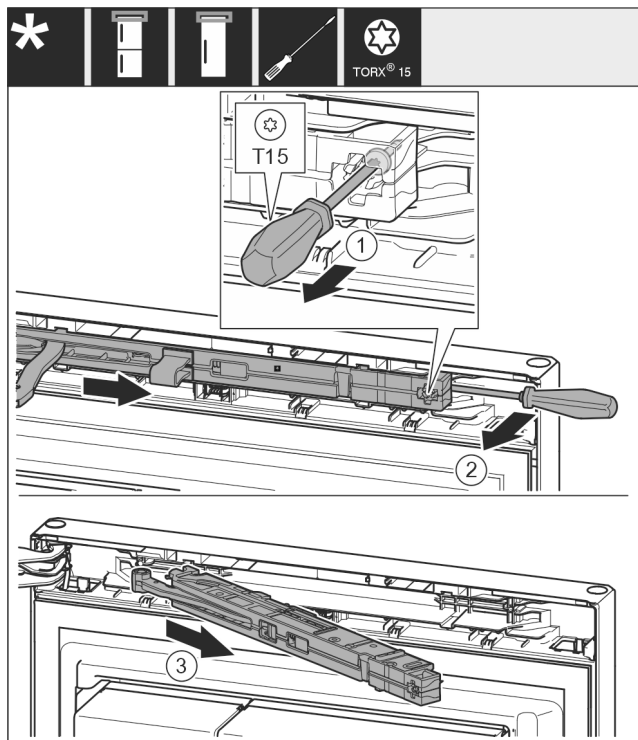

Fig. 11
- ▶ Oldja ki a csavart Fig. 11 (1) a záráscsillapító egységen 14 mm méretű csavarhúzóval.
- ▶ Emelje ki a záráscsillapító egységet Fig. 11 (2) a fogantyú felőli oldalon csavarhúzó segítségével felfelé.
- ▶ Húzza ki a záráscsillapító egységet Fig. 11 (3).